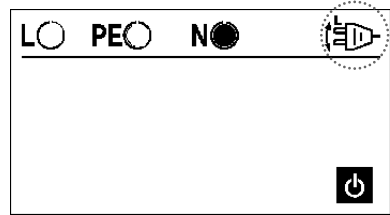
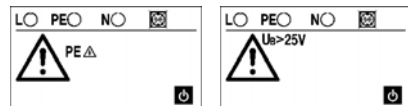

Bild 5.7.6: Anzeige bei Phasenlage N an L/L1 und L
Bild 5.7.7: Anzeige PE-Fehler
Zeigt das Prüfgerät die Anschlussbelegung wie in Bild 5.7.6 an, d.h. das Symbol 'Netzstecker drehen' (5) blinkt, so lässt sich die Prüfung nicht starten und beim Start der Prüfung ertönt ein Signalton. Dann ist der Schuko-Stecker um-zudrehen bzw. bei den angeschlossenen Messleitungen ist L und N zu vertauschen.
► Berühren Sie zur Steckdosenprüfung die Berührungselektrode 'PE' (21).
Falls das Prüfgerät die Symbole "⚠" (14), 'Steckdosenfehler' (4) und 'PE-Fehler' (16) oder 'Berührungsspannung' (15) wie in Bild 5.7.7 anzeigt, so ist der Schutzleiter (PE) offen oder liegt an Spannung! Dieser Fehler ist lebensgefährlich und muss sofort behoben werden!
☞ Erscheinen in der LC-Anzeige andere Symbole als in Bild 5.7.6 oder 5.7.7 gezeigt, so ist die Steckdose nicht korrekt angeschlossen, bzw. der Anschluss der Messleitungen ist falsch. Die Erklärung zu den einzelnen Fehlern finden Sie in Abschnitt 6.0 auf Seite 31.